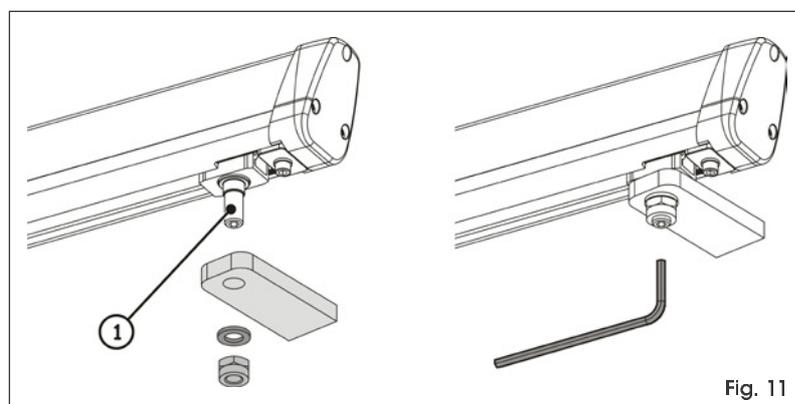

Fig. 11
4. Assemblare la staffa anteriore come indicato in Fig.11. Nella parte inferiore dell'attacco è stata ricavata una sede esagonale CH=5 (Fig.11 rif.①) per facilitare le operazioni di montaggio.